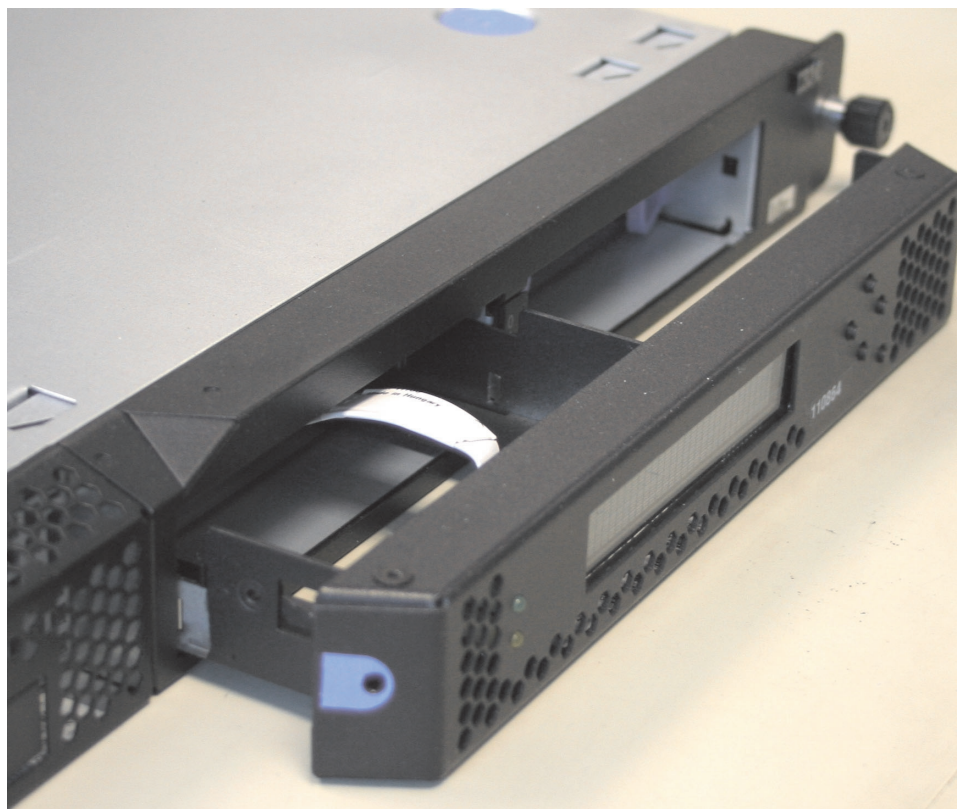

図 89. SAN ボリューム・コントローラー 2145-8A4 サービス・コントローラー
1. 静かにサービス・コントローラー (117 ページの図 89に示す) をフレームの中へ押し込んでゆき、背面コネクタが完全に収容された状態にして、サービス・コントローラー前面の金属加工部分がフレームに対して上向きになるようにします。